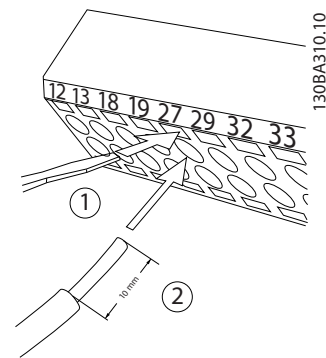

Bild 2.17 Ansluta styrkabeldragning
- Öppna kontakten genom att infoga en liten skruvmejsel i skåran ovanför eller under kontakten, enligt vad som visas i Bild 2.17.